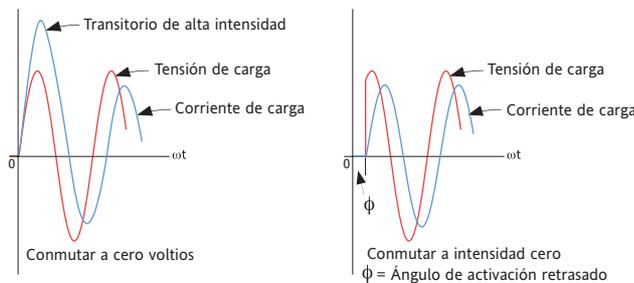

Figura 6.12d Definición de activación retardada
- Activación retardada Solo aparece si el modo es por ráfagas, el inicio suave está desconectado y el tipo de carga es transformador. La activación retardada especifica el retardo de desactivación en el ángulo de fase cuando se suministra potencia a una carga de transformador. Se utiliza para garantizar que el tiristor encienda cuando la corriente sea igual a cero. Puede configurarse de 0 a 90 grados, ambos inclusive. Véase la figura 6.12d.